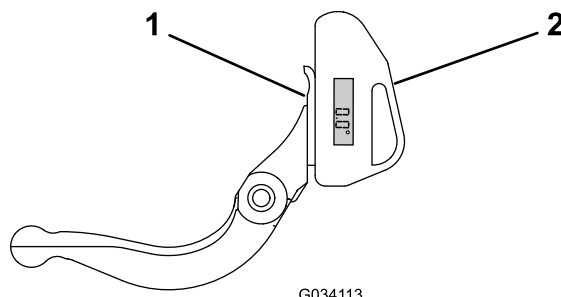

Figura 23
1. Coloque el indicador de ángulo en el lado inferior de la contracuchilla, según se muestra en Figura 23.